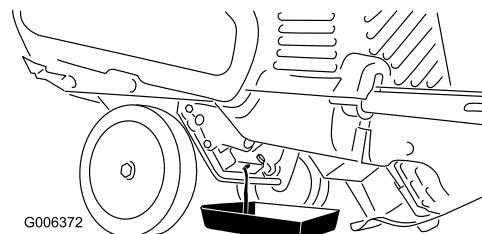

Рисунок 29
3. Поместите поддон для масла под сливную пробку, выверните сливную пробку, наклоните снегоочиститель назад и выпустите использованное масло в поддон (Рисунок 29).